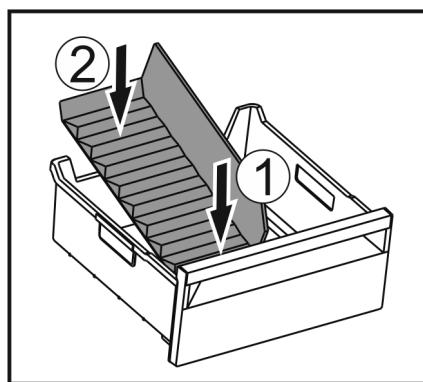

Fig. 169
- ▶ Поставете предната част на разделителя на отделението за лед. Fig. 169 (1)
- ▶ Спуснете задната част на разделителя на отделението за лед до дъното на чекмеджето. Fig. 169 (2)